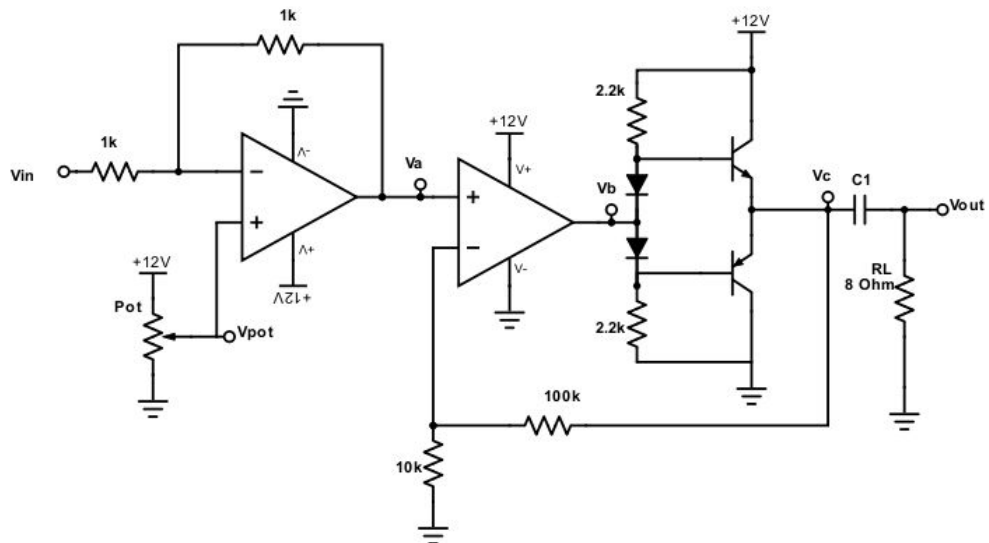

Figura 5: Circuito *push-pull* com alimentação não-simétrica e realimentação.
5. Monte o circuito da figura 5. Utilize os estágios já montados nos itens anteriores.